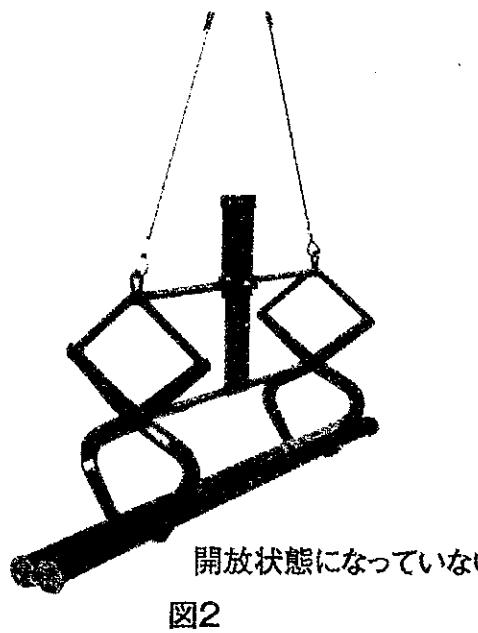

図2
(2) 図2のようく開放状態になっていない場合は、オート本体とオート案内パイプが当たり、ワイヤロープが完全に緩むまでクレーンフックを巻き下げる下さい。(図3)